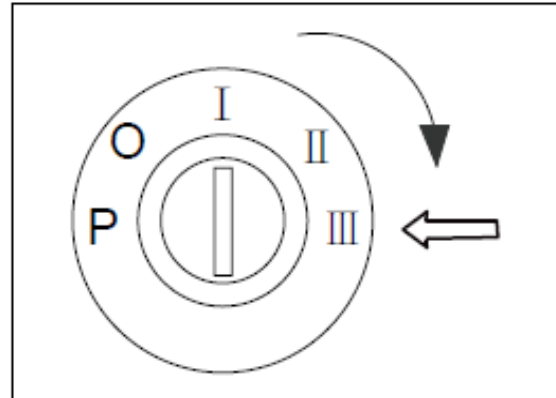

Fig.4-2.52 Ligue o motor
2) Gire a chave para a engrenagem III para ligar o motor, como mostrado na Fig.4-2.52, cada horário de início não pode ser superior a 5 ~ 8 segundos. Se o motor falhar uma vez, a próxima partida será reiniciada após 1 minuto. Se falhar de 3 a 5 vezes, pare o arranque do motor para descobrir o problema e elimine-o o mais brevemente possível.